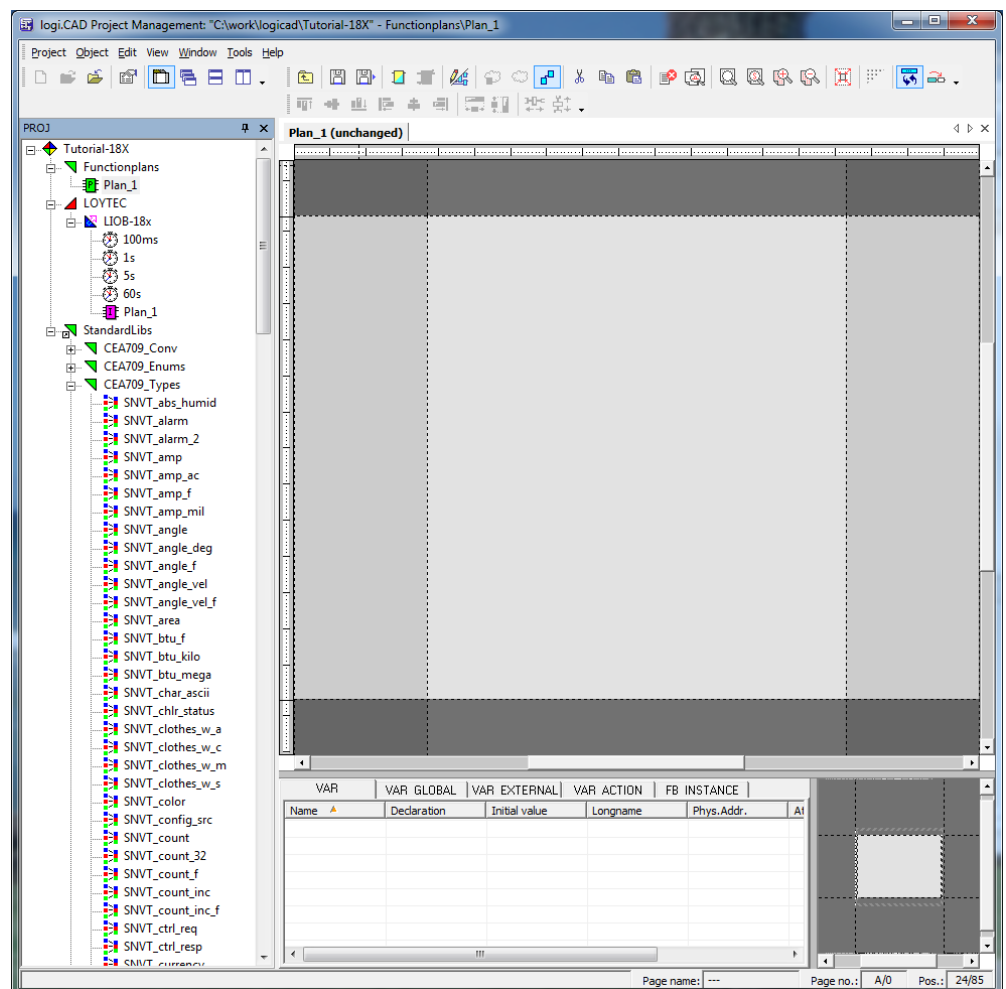

Abbildung 6: Editieren von Plan_1
7. Expandieren Sie wie in Abbildung 6 gezeigt das Bauelement **Functionplans**. Durch einen Doppelklick auf **Plan_1** beginnen Sie den Plan zu editieren.